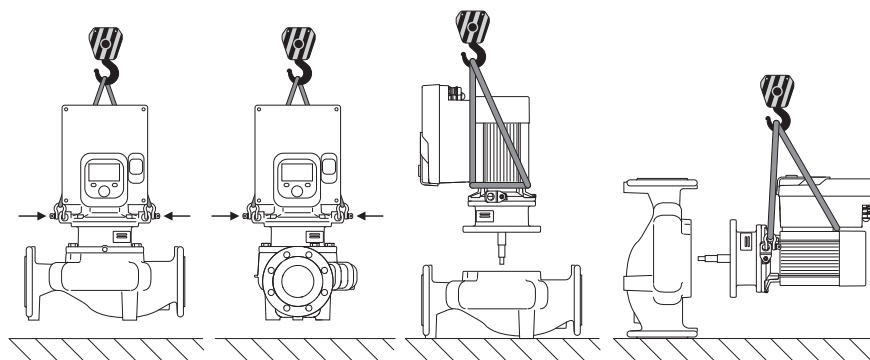

Fig. 6: Διάταξη ανάληψης φορτίου μεμονωμένης αντλίας
Η μεταφορά της αντλίας πρέπει να εκτελείται με εγκεκριμένα μέσα ανύψωσης φορτίων (παλάγκο, γερανός κ.λπ.). Τα μέσα ανύψωσης φορτίων πρέπει να στερεώνονται στους κρίκους μεταφοράς στη φλάντζα του κινητήρα. Αν χρειάζεται, σύρτε τις θηλές ανύψωσης κάτω από το κουτί ακροδεκτών (Fig. 6/7). Ασφαλίστε την αντλία έτσι ώστε να μην γείρει.
2. Για λόγους ασφαλείας, στερεώστε την πτερωτή κινητήρα (Fig. 4) με κατάλληλο εξοπλισμό ανύψωσης στους κρίκους μεταφοράς. Για να αποτρέψετε την ανατροπή της μονάδας, τοποθετήστε έναν βρόχο ιμάντα όπως φαίνεται στο Fig. 6 γύρω από τον κινητήρα και τον προσαρμογέα της ηλεκτρονικής μονάδας. Κατά τη στερέωση, προσέξτε να μην προκληθούν ζημιές στην ηλεκτρονική μονάδα.